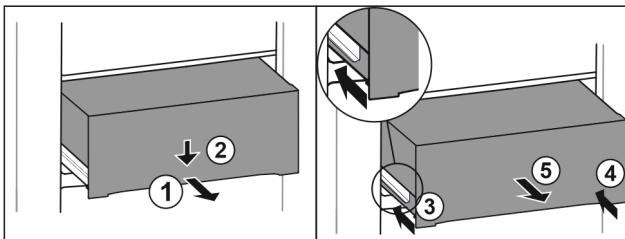

Fig. 78
- ▶ Вытяните выдвижной ящик наполовину. Fig. 78 (1)
- ▶ Вдавите выдвижной ящик в передней части вниз. Fig. 78 (2)
- ▶ Задвиньте левую направляющую прим. на 2 см. Fig. 78 (3)
- ▶ Задвиньте правую направляющую прим. на 2 см. Fig. 78 (4)
- ▶ Извлеките выдвижной ящик движением вперед. Fig. 78 (5)